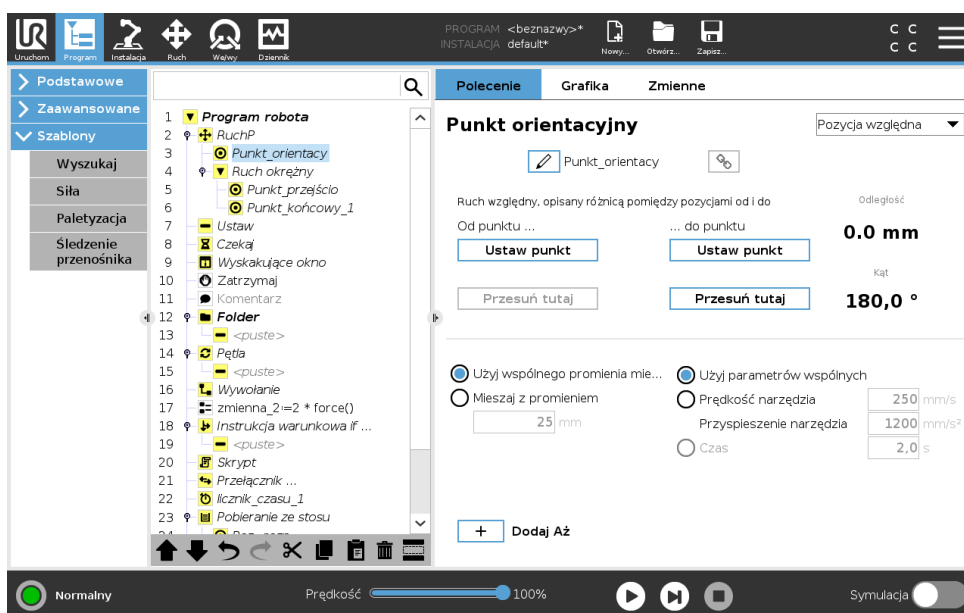

Rysunek 15.6: Ruch i mieszanie w przestrzeni przegubów (RuchJ) – przestrzeni kartezjańskiej (RuchL).
- **Mieszanie zawierające RuchJ** Mieszanie RuchuJ powoduje powstanie płynnej krzywej w przestrzeni przegubów. Dotyczy to mieszania z RuchuJ do RuchuJ, z RuchuJ do RuchuL oraz z RuchuL do RuchuL. Mieszanie powoduje powstanie płynniejszej i szybszej trajektorii w porównaniu do ruchów bez mieszania (zob. rysunek 15.6). Jeśli do określania profilu prędkości stosowane są prędkość i przyspieszenie, podczas mieszania zachowany zostaje promień mieszania. Jeśli do określania profilu prędkości obu ruchów stosowany jest czas zamiast *prędkości i przyspieszenia*, trajektoria mieszania odpowiada trajektorii oryginalnego RuchuJ. Jeśli oba ruchy są ograniczone czasowo, funkcja mieszania nie zapisuje czasu.